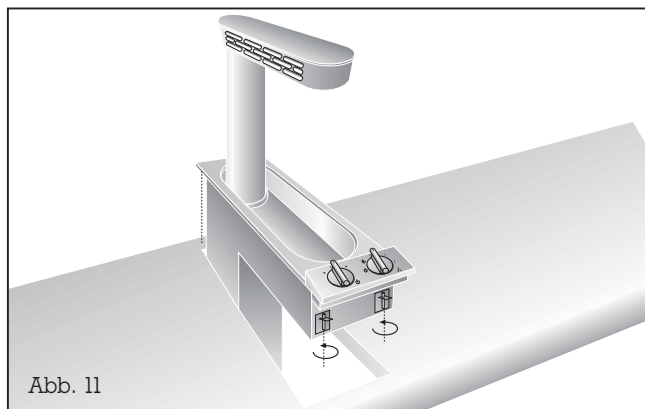

Abb. 11
- **Fixieren Sie** die Muldenspanner vorne von unten gegen die Arbeitsplatte, bis sich das Gerät gleichmäßig andrückt (Abb. 11). Unterlegen Sie die Muldenspanner, falls die Dicke der Arbeitsplatte weniger als 36 mm beträgt.